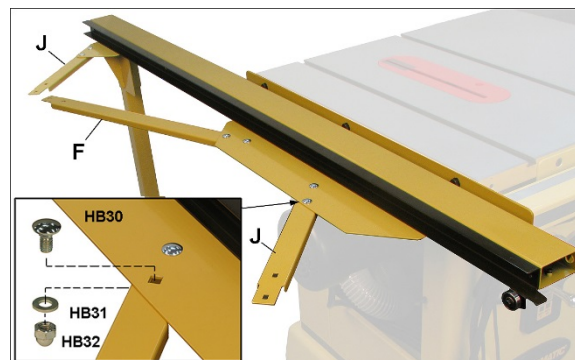

Рисунок 7-7
- Установите две короткие соединительные штанги (J) и одну длинную (F) с помощью болтов, шайб и колпачковых гаек. См. рисунок 7-7. *Затяните болты только руками.*